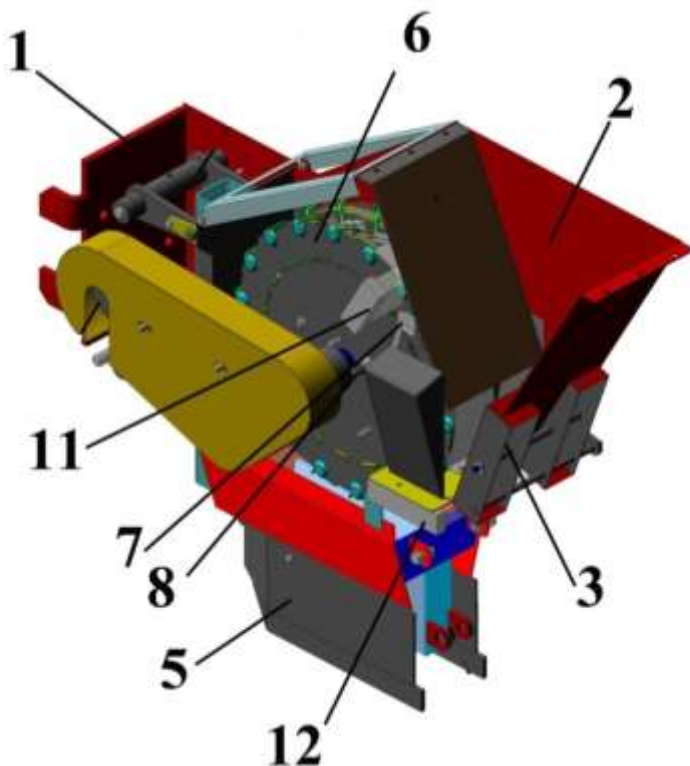

Рисунок 2 – Секция высаживающая
3.5 Основной частью высаживающей секции (рис. 2) является сварной корпус 1. В задней части корпуса расположен бункер 2 для посадочного материала с ворошителем 3, который служит для равномерного распределения семян в бункере.